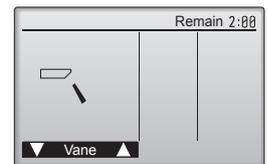

Fig. 7-7
- ① Prüfen Sie die automatische Klappensteuerung mit den Tasten  . (Fig. 7-7)
- ② Drücken Sie die Taste , um zum "Test run operation" (Testlauf) zurückzukehren.
- ③ Drücken Sie die Taste .